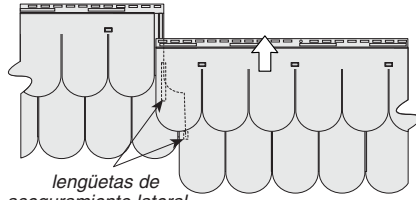

figura 7
10) Los Semicírculos Cedar Impressions también se pueden instalar al deslizar el panel derecho hacia arriba al tiempo que se asegura que las lengüetas de aseguramiento lateral se entrelacen con la pestaña del panel izquierdo (Figura 7). Este método es útil cuando se instalan paneles en postes esquineros y canales en J alrededor de puertas y ventanas.